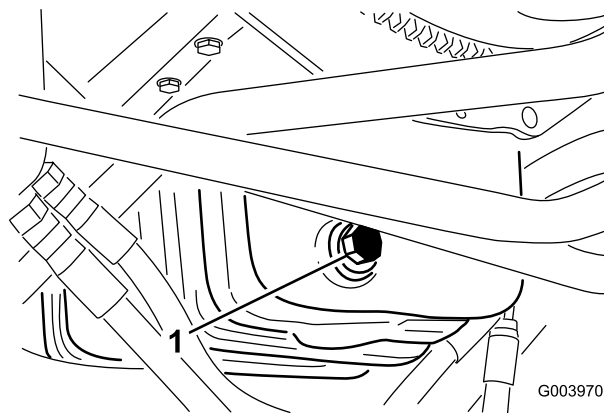

Рисунок 63
1. Снимите сливную пробку (Рисунок 63) и дайте маслу стечь в сливной поддон.